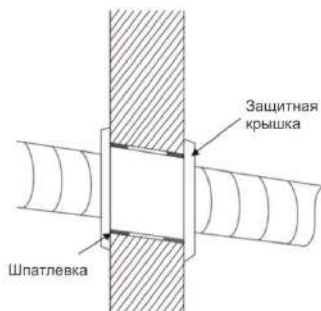

Рисунок 4
- Для защиты монтажной трубы и кабелей в отверстии в стене от грызунов, которые могут обитать в полых стенах, установите защитную крышку и закрепите ее с помощью шпатлевки (см. рис. 4)